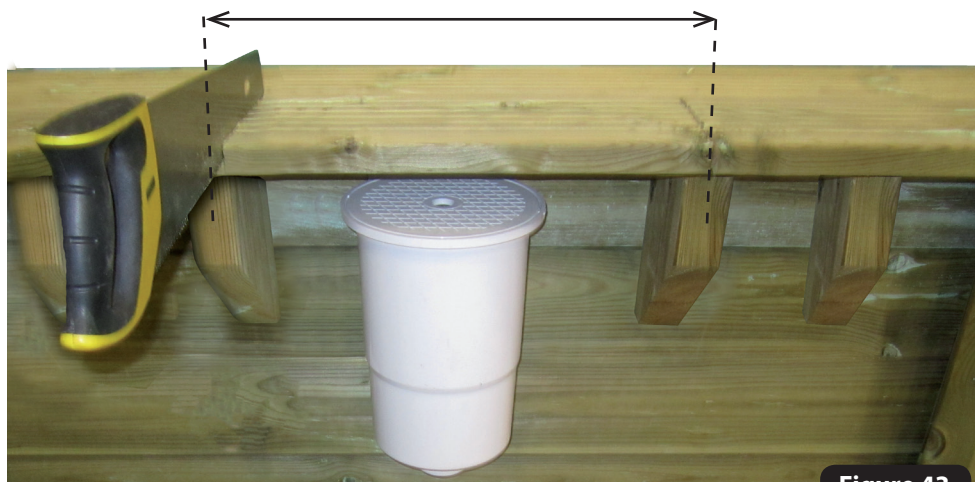

Figure 43
- Sur le pan recevant le skimmer, découper **uniquement** la margelle extérieure aux dimensions de l'entraxe des consoles (figure 43). La trappe doit reposer sur la moitié de chacune des consoles (figure 44).